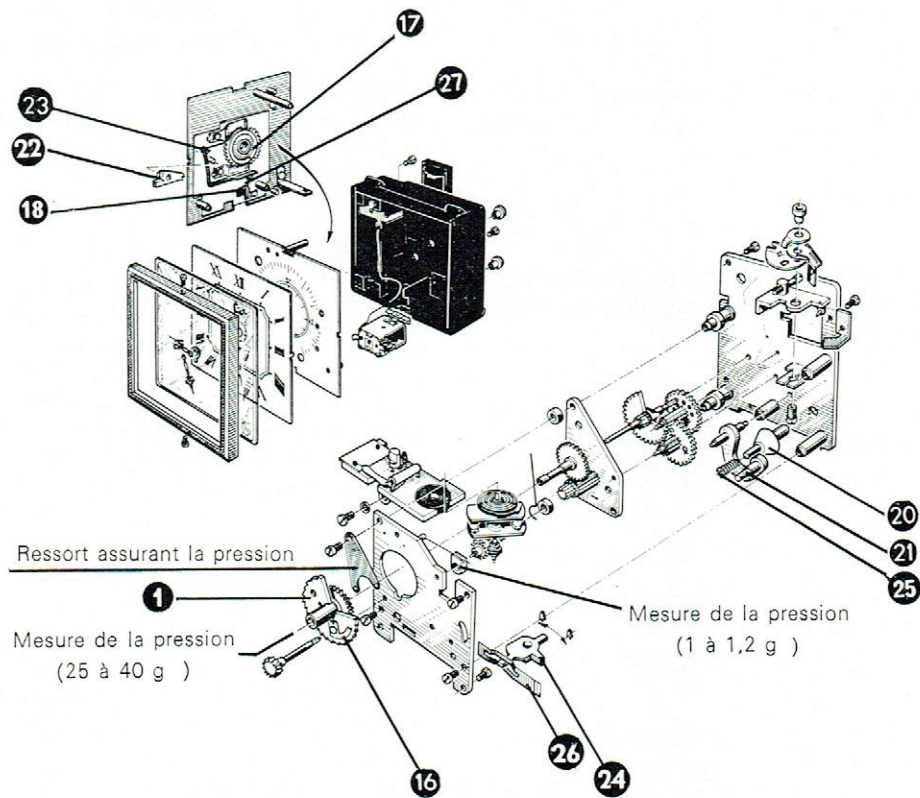

Fig. 40
Examinons le circuit (fig. 40). Le courant partant du pôle + franchit successivement le moduleur (voir chapitre IX B 3°), la lame de connexion (18), la lamelle de contact (19), le circuit imprimé, le plot de contact (17) de la roue de came (plastique), le contact de sonnerie « balai » (16) fixé sur le mobile 24 heures (1) et retourne à la masse, pôle — de la pile.
1° Automatiquement (fig. 40 et 45), lorsque le balai (16) du mobile 24 heures (1) entraîné par le mouvement (environ 6 min.) aura quitté le plot de contact (17). Voir également chapitre IX A-2° (fig. 21).
2° Par le bouton d'arrêt (20) (fig. 40). En appuyant sur ce bouton, le bras d'arrêt (21) fait basculer le rochet (22) travaillant avec le rochet du mobile 24 heures (1) et par son talon écarte la lamelle de contact (19) de son plot de contact (23). Le courant de la pile ne passe plus. Il sera rétabli automatiquement après environ 1,30 heure, quand le rochet du mobile 24 heures (1) aura tourné pour remettre le cliquet (22) dans la position qu'il occupait avant d'appuyer sur le bouton d'arrêt (20), celui-ci étant revenu dans sa position de service par l'action de son ressort à boudin (25).
3° Par le levier « hors service » permanent (24) (fig. 40), en faisant basculer ce levier (24) vers le dessin « clochette barrée » figurant sur la calotte, il écarte la lamelle de contact (19) de son plot de contact (27) et est maintenu en position par le ressort d'annulation (26).
- g) Pression du ressort de mobile 24 heures (dynamomètre de 25 à 150 g : mesure faite en bout du mobile 24 heures [fig. 40], valeur 25 à 40 g)